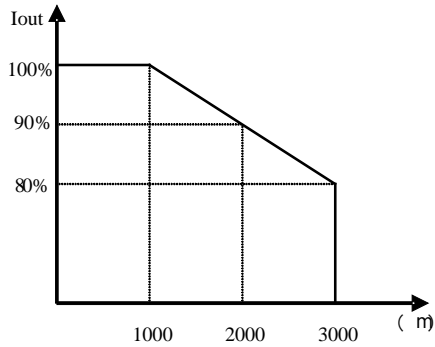

Abb. 1-7 Reduzierung des Ausgangsstroms des Antriebs nach Höhe
- Wenn der Antrieb in Höhen über 1000 m installiert wird, sollte die Leistung reduziert werden, da die Kühlwirkung des Antriebs, wie in Abb. 1-7 gezeigt, in dünnerer Luft abnimmt. Die Abbildung zeigt den Zusammenhang zwischen Höhe und Nennstrom des Laufwerks.